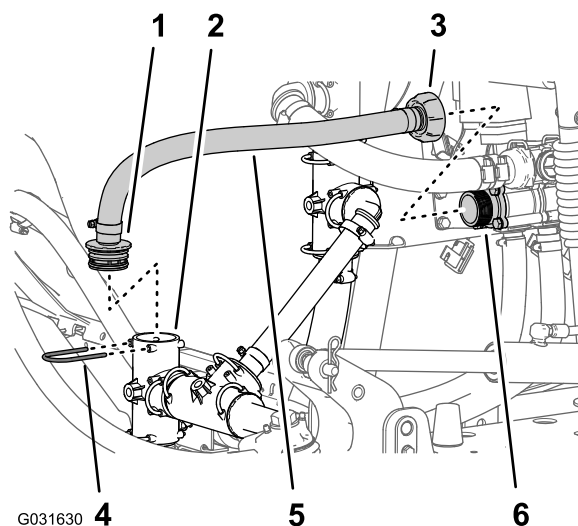

Рисунок 35
4. Снимите держатель, который крепит прямой штуцер типа «елочка» перепускного шланга к тройнику на насосе опрыскивателя (Рисунок 35).
5. Отвинтите переходную гайку, которая крепит перепускной шланг к переходному штуцеру на перепускном клапане (Рисунок 35).
6. Снимите шланг с машины (Рисунок 35).